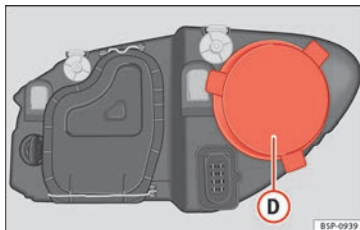

Fig. 182 Luz de presença.
- Retirar a tampa » Fig. 182 (D), puxando-a.